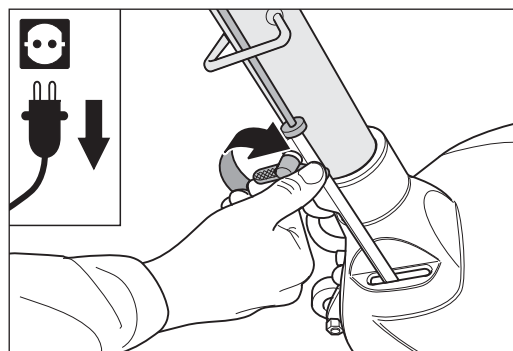
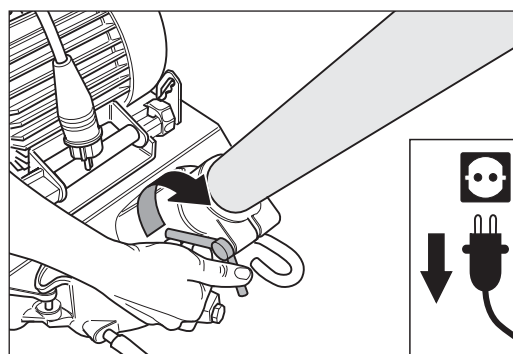

Abb. 3 Nach dem Einbau des Führungsrohrs die Flügelschraube am Gestängeunterteil sorgfältig festziehen.
Abb. 4 Nach dem Einbau des Führungsrohrs die Flügelmutter am Maschinengehäuse sorgfältig festziehen.
- 4 Ziehen Sie die Flügelschraube am Gestängeunterteil (Abb. 3) und die Flügelmutter am Maschinengehäuse (Abb. 4) sorgfältig fest.